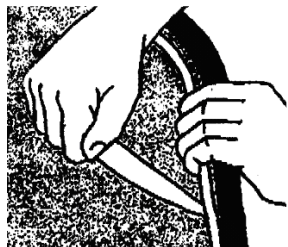

Рис. 1
1. Соблюдая меры безопасности, удалить с наружной стороны уплотняющий слой полиуретана. С внутренней стороны удалить декоративные накладки. С наружной стороны стекла зафиксировать присоски на равном расстоянии от края стекла. Шилом проколоть клеевой слой для продевания режущей струны. При удалении ветрового стекла следует надеть защитные очки и перчатки во избежание возможного повреждения осколками стекла глаз и рук. (рис. 1)